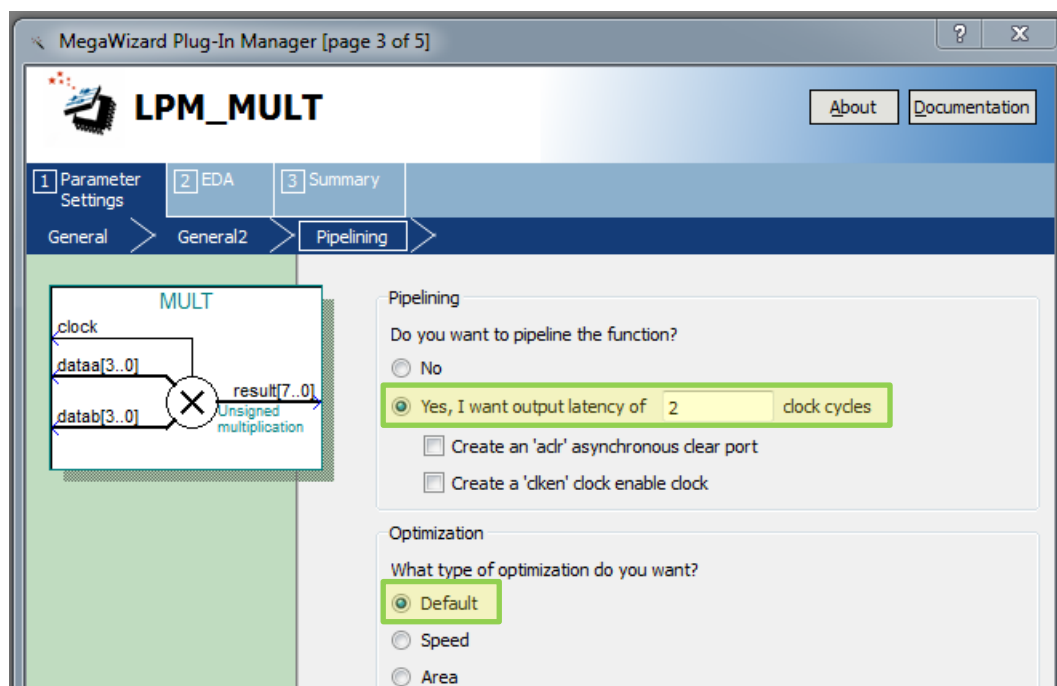

Рис. 19 Окно настройки экземпляра выбранного компонента (page 3)
5.5. В появившемся окне “**MegaWizared Plug-In Manager [page 3 of 5]**” включите опцию конвейеризации вычислений на 2 такта (рис. 19). Выполните «**Next**».